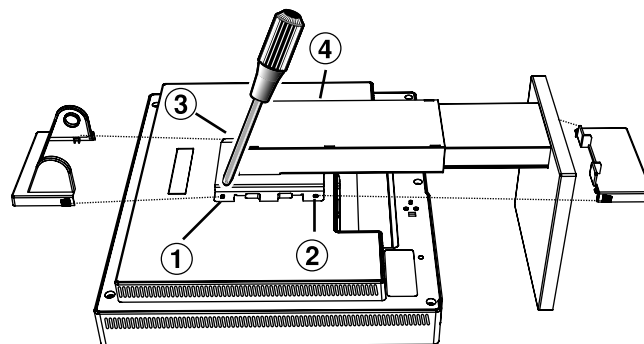

Figura S.2
4. Retire los 4 tornillos que unen el monitor al soporte y levante el conjunto del soporte (**Figura S.2**). El monitor ya está preparado.